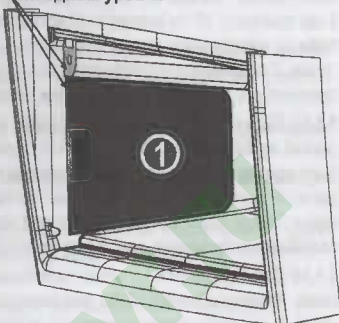

Рис.3 Установка кронштейнов
3.1.4 Закрепить два кронштейна на боковые стенки отсека "OPEN" соответственно (поз.1 **рис.3**).